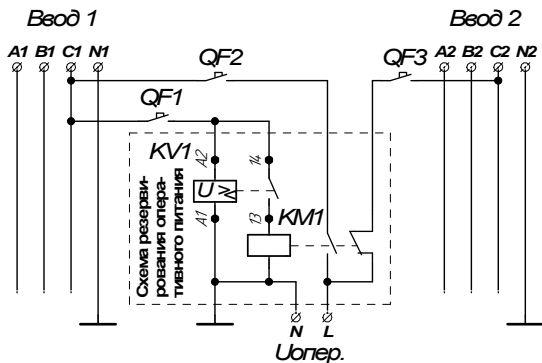

Рис.7 Схема получения оперативного питания с использованием реле напряжения и контактора
5.2.2. Схема получения оперативного питания с использованием реле напряжения и контактора приведена на рис.7. Данная схема применяется в случае использования автоматических выключателей с электромагнитным приводом (типичные представители: ВА50-43 Ульяновского ПО «Контактор», Т1-Т3 серии Тmax производства АВВ). Отличительной особенностью электромагнитных приводов от приводов с электродвигателем является повышенный потребляемый ток – до 20А, потребляемый приводом при включении и взводе отключающих пружин автоматического выключателя.